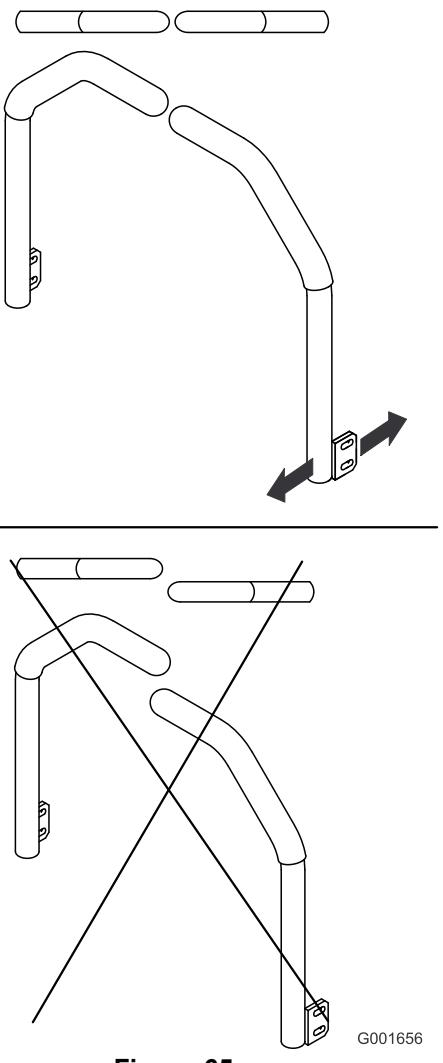

Figura 65
- 5. Regolate le leve di controllo in modo che siano allineate (Figura 65), e serrate i bulloni, fissando le leve alle colonne.